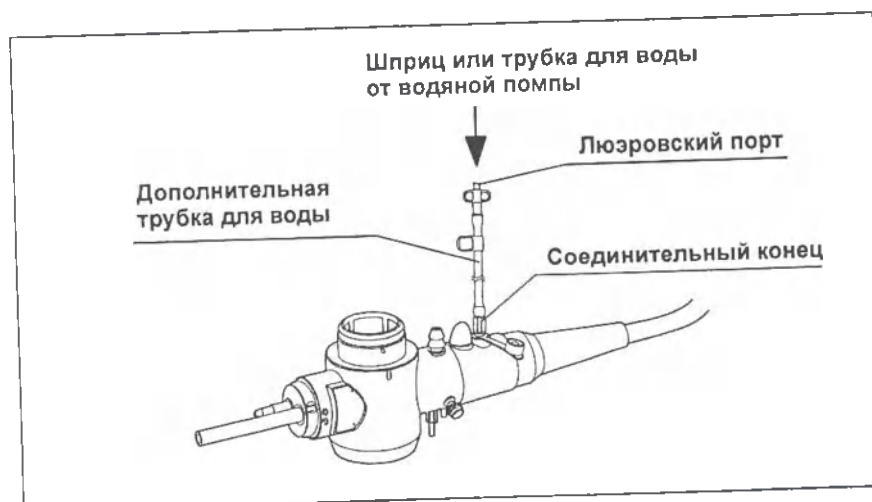

Рис. 3.24
1. Присоедините шприц, заполненный стерильной водой, или трубку для воды от водяной помпы к люэровскому порту дополнительной трубки для воды (см. Рис. 3.24). Введите воду и убедитесь в том, что вода вытекает из дополнительного жидкостного канала на дистальном конце вводимой части.